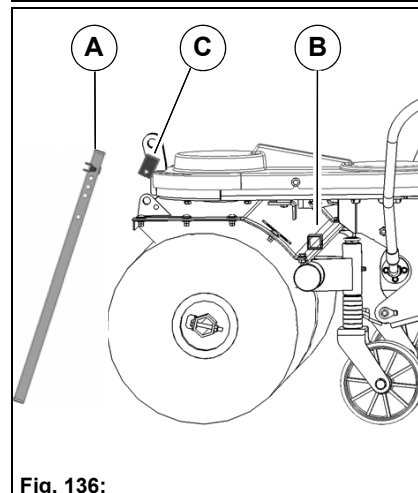

Fig. 136:
1. Détacher la béquille **Fig. 136-A** du support arrière **Fig. 136-B** de la balayeuse frontale avec le boulon et la clavette.
2. Insérer la béquille dans le support avant **Fig. 136-C**.